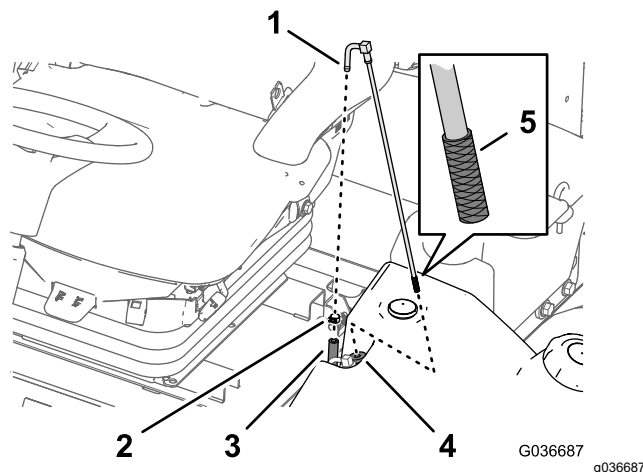

**Figura 97**
1. Îndepărtați clema de furtun care fixează furtunul de alimentare cu combustibil pe racordul tubului de colectare a combustibilului (Figura 97).
2. Îndepărtați furtunul de la racord (Figura 97).
3. Ridicați tubul de colectare a combustibilului din rezervorul de combustibil (Figura 97).
4. Curățați orice reziduuri de pe ecranul de la capătul tubului de colectare a combustibilului (Figura 97).
5. Introduceți tubul de colectare a combustibilului în rezervor prin buca din cauciuc (Figura 97).